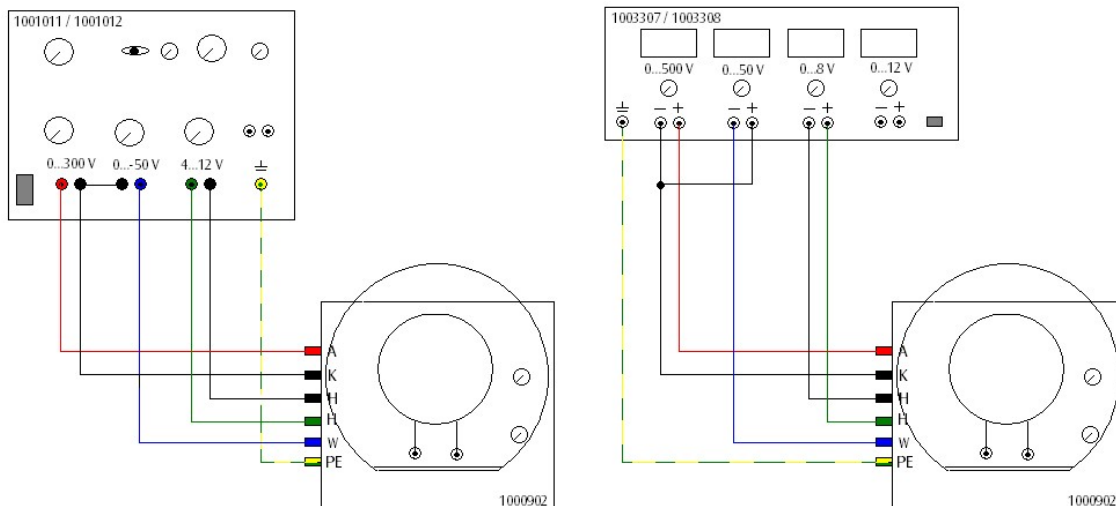

Fig.2 Desviación eléctrica de los electrones (izquierda: con fuente de alimentación 1001011 / 1001012, derecha: con fuente de alimentación 1003307 / 1003308).
- Realice el cableado de acuerdo con la fig. 2.